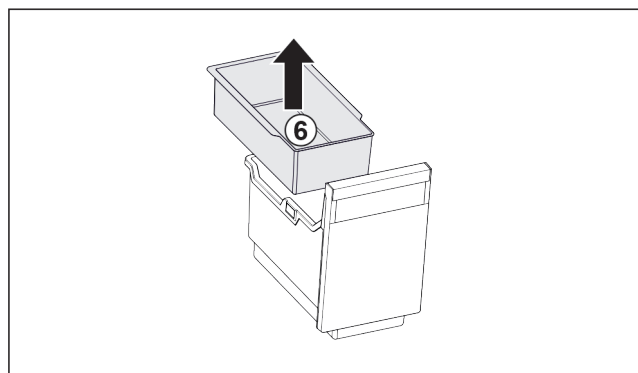

Fig. 102
- Rimuovere la vaschetta da agganciare Fig. 102 (6).